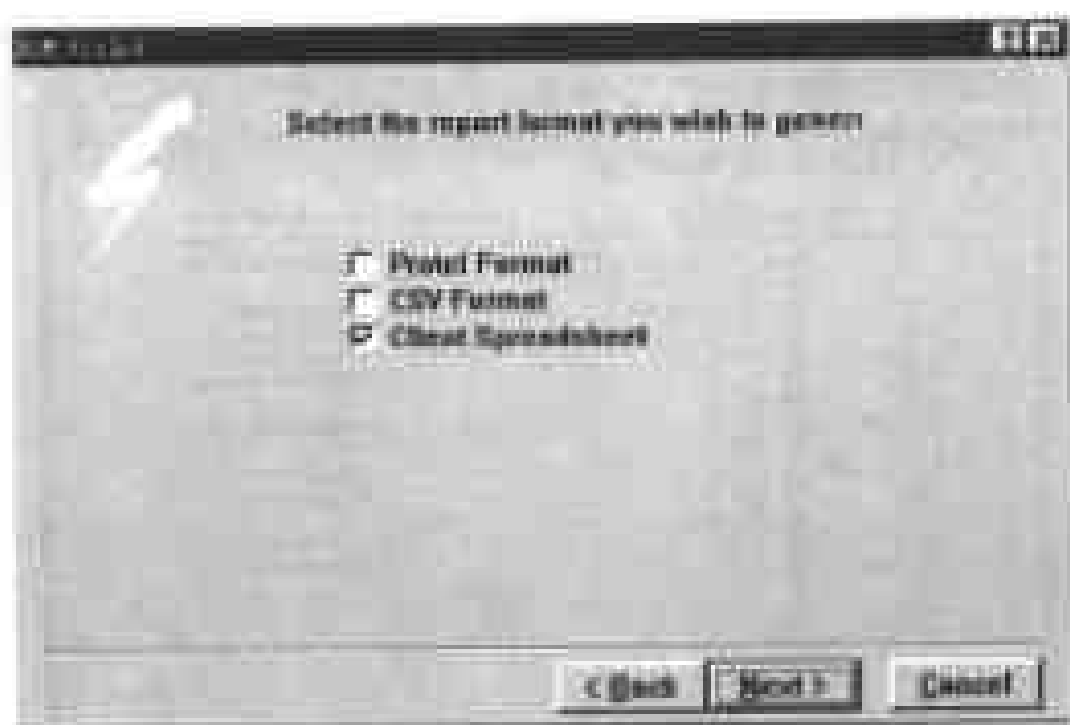

图 5-9 设置生成元件列表文件的类型
(6) 设置好元件列表中各列的名称后,单击 Next 命令按钮,进入下一步操作,打开如图 5-9 所示的对话框。
(7) 在图 5-9 所示的对话框中包含 3 个复选框,供用户设置生成的元件列表文件的类型,这 3 个复选框的功能如下: